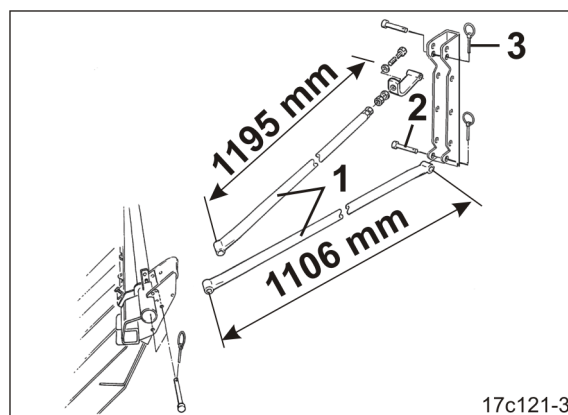

Fig. 59
2. Sæt holderørene (Fig. 59/1) på holderne med bolte (Fig. 59/2), og sørg for at sikre dem med ringstifter (Fig. 59/3).